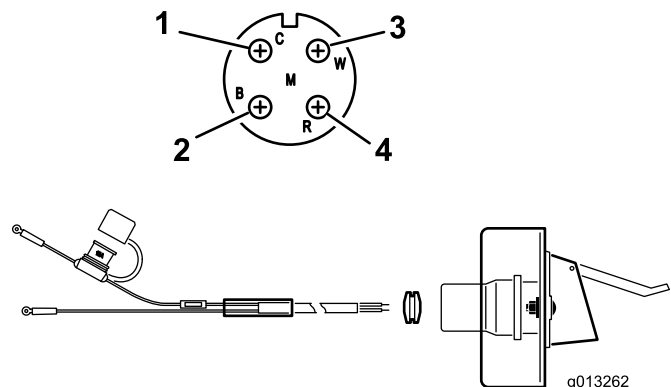

Figure 12
2. Acheminez et fixez le câblage entre la batterie et le support de la prise électrique (Figure 12).
3. Passez le câblage dans le support de la prise et enflez le passe-câble en caoutchouc noir sur le câblage (Figure 12).